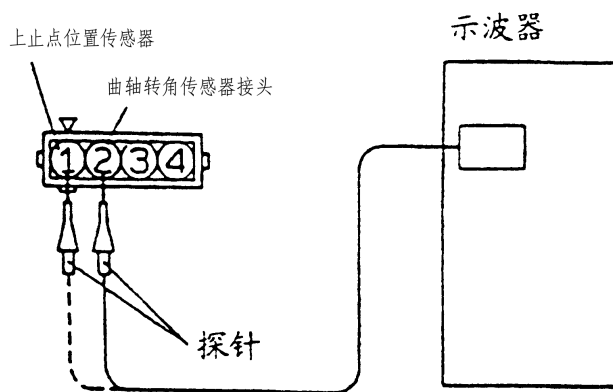
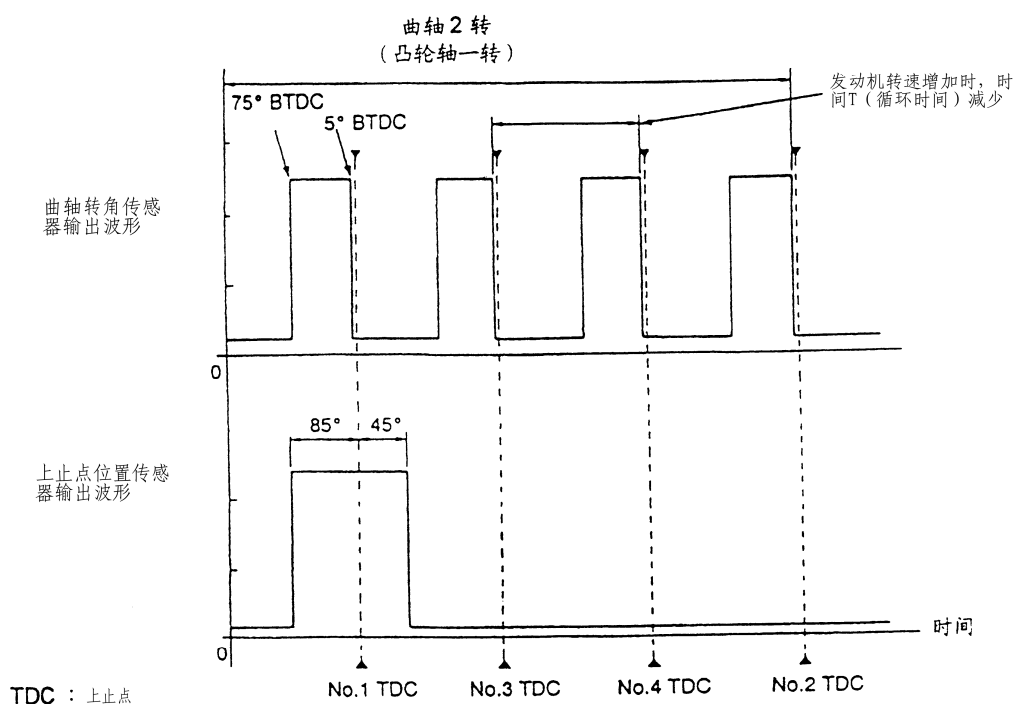

图 3-12 使用示波器检查波形
图 3-13 曲轴转角传感器与上止点位置传感器标准波形
(1) 拆下上止点位置传感器与曲轴转角传感器的接头，在两者之间连接专用工具（测试线：MB9981348），且所有端子都必须接上。
(2) 如图 3-12 所示，将示波器的探针接到分电盘接头的 1 号端子，检查上止点传感器信号波形。
(3) 如图 3-12 所示，将示波器的探针接到分电盘接头的 2 号端子，检查曲轴转角传感器信号波形。
(4) 不使用测试线时，将示波器的探针接到 ECU 的 88 号端子（检查上止点位置传感器信号波形时），或者将示波器的探针接到 ECU 的 89 号端子（检查曲轴转角传感器时信号波形）进行检查。
(5) 观察上止点位置传感器与曲轴转角传感器标准波形所需条件与 AFS 的观察条件相同，可以参考。
(6) 在示波器中，观察到的曲轴转角传感器、上止点位置传感器的输出标准波形见图 3-13 所示。